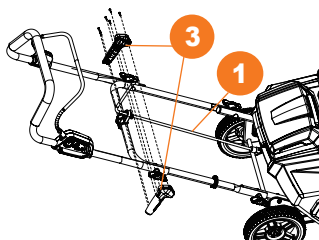

Рис. 6
- Установите левую и правую половинки рукоятки **3** на вал **1**. Совместите отверстия в обеих половинках рукоятки и надежно закрепите их с помощью шести винтов (Рис. 6).